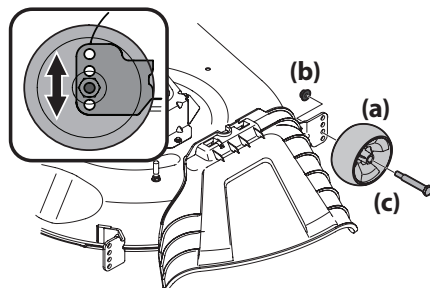

Figure 12
- b. Retirez les écrous autobloquants (b) et les boulons à épaulement (c) qui fixent la roue au plateau de coupe (a), puis enlevez les roues. Voir Figure 12.